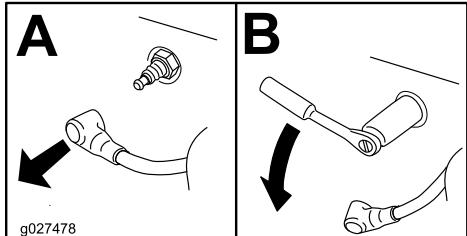

Figura 45
3. Retire la bujía, según se muestra en Figura 45.